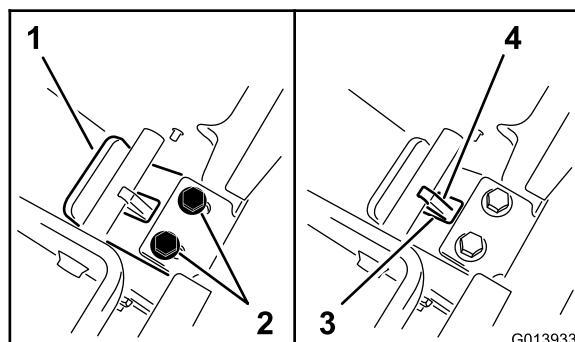

Figura 10
5. Mantendo a pressão na placa posterior, deslize o garfo na sua direção até que a aba do garfo contacte com a travessa (Figura 10).